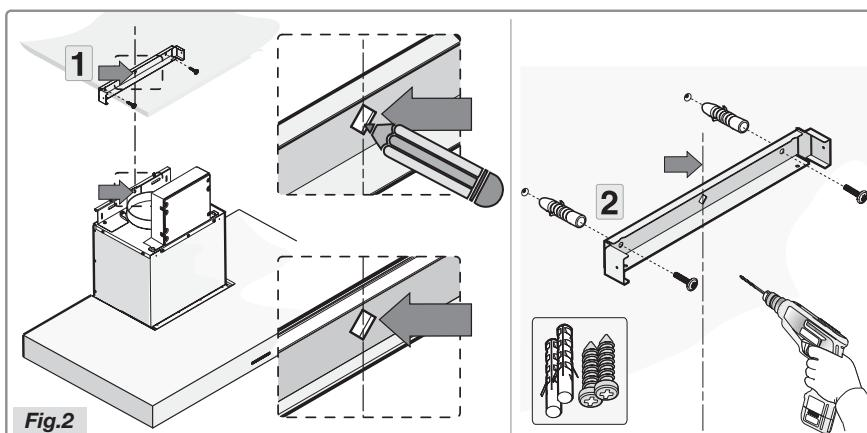

Fig. 2
- Positioneer de beugel met verwijzing naar de maten in figuur A en zet hem op zijn plaats met meegeleverde schroeven en pluggen (Fig. 2).